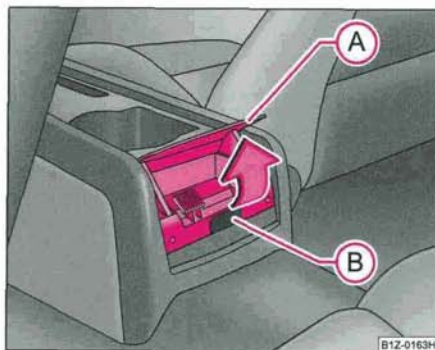

Fig. 95 Console centrale: Cendrier AR
- Saisissez le couvercle du cendrier par le bord inférieur (A) et ouvrez-le dans le sens de la flèche ⇒ fig. 95.